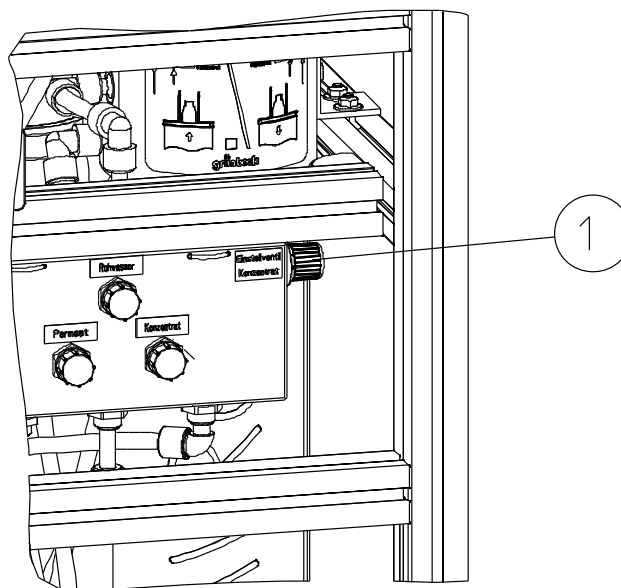

Abb. F-4: Nadelventil Konzentrat
- Konzentratfluss am Nadelventil Konzentrat (siehe Abb. F-4, Pos. 1) einstellen.